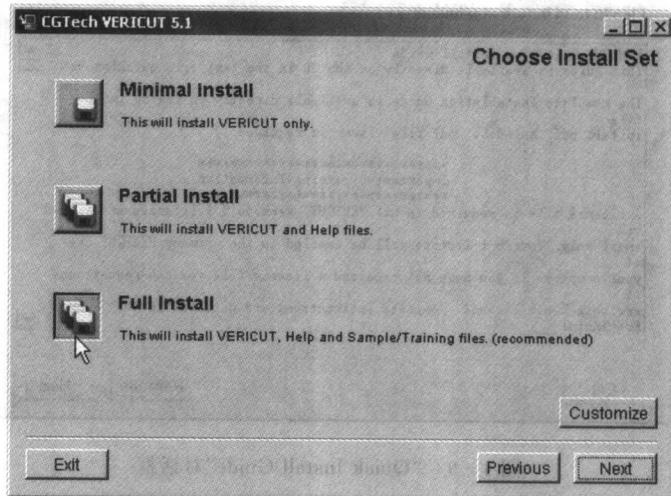

图 1-11 “Choose Install Set”对话框
(6) 单击“Next”按钮,弹出如图 1-11 所示的“Choose Install Set”对话框,可以选择以下安装方式之一: